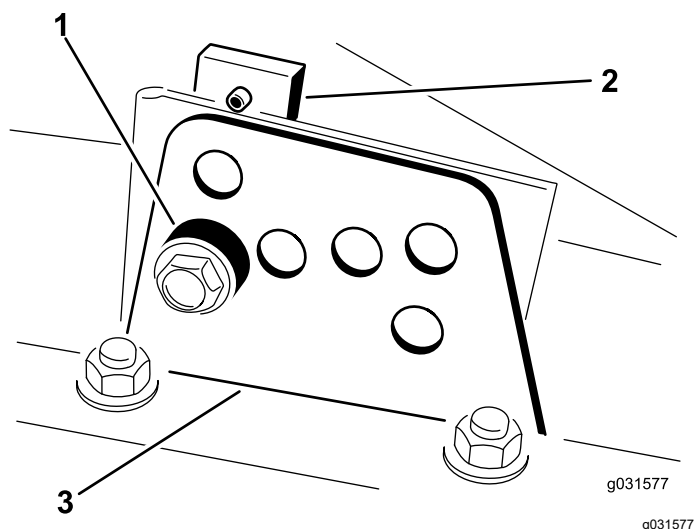

Рисунок 16
2. Ослабьте болт, который крепит каждый кронштейн высоты скашивания к пластине регулировки высоты скашивания (с передней и боковых сторон), как показано на Рисунок 16.
4. Удерживая камеру, снимите проставку (Рисунок 16).